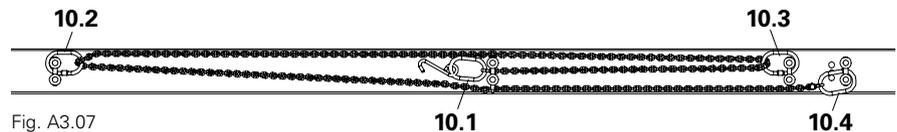

Fig. A3.07
- La chaîne est tendue. (Fig. A3.07)